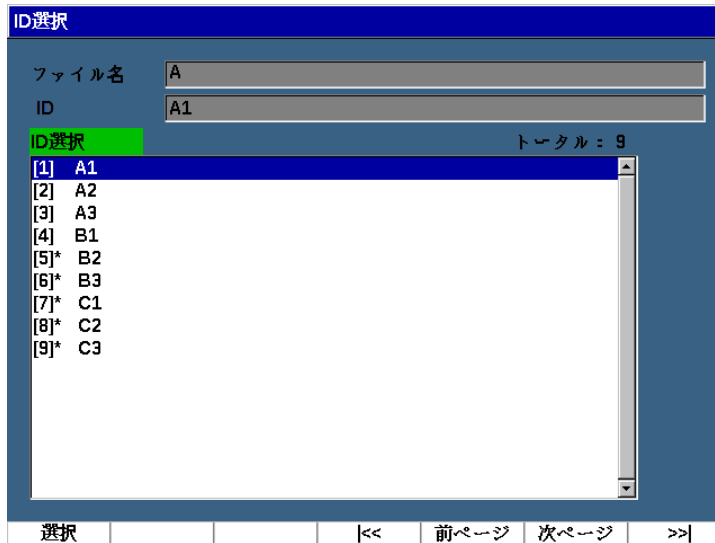

図 10-11 ID 選択ページ
3. **ID 選択** (P2 キー) を押して **ID 選択** ページを表示します (205 ページの図 10-11 参照)。